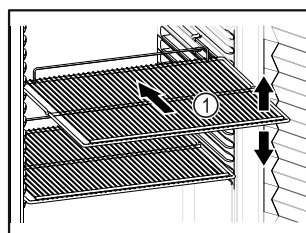

Fig. 18 Eksempelfremstilling
- Hvis oppbevaringshyllene Fig. 18 (1) kan flyttes, juster etter høyden.